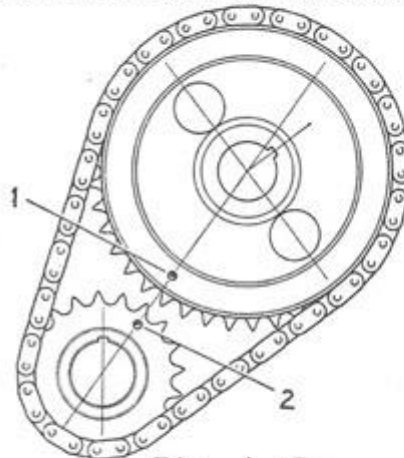

Fig. A.13
- 7) Bring knastakslens kilegang til den på fig. A.13 viste stilling (ca. som kl. 1 på en urskive).
- 8) Anbring de to hjul i kæden med mærkerne ud for hinanden som vist på fig. A.13. Skub hjulene på akslerne idet knastakslens drejes lidt, så kilen rettes ind. Tryk hjulene så langt de vil gå og gør knastakselhjulet fast med låseskiven og møtrikken.